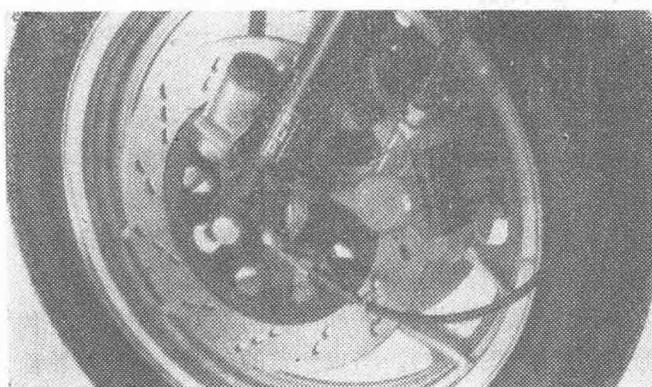

图 35
- ② 在公路车中，重型车或高速车的前制动器多为双盘式液压制动器。而且制动钳的制动泵也由两组方向相对的活塞构成。这种制动器也应用在后轮制动上(图35)。